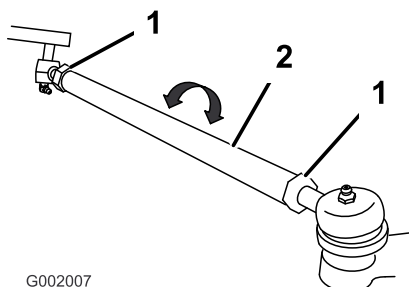

Figura 59
- Si la distancia no está en el intervalo especificado, afloje las contratuercas en ambos extremos de las bielas (Figura 59).